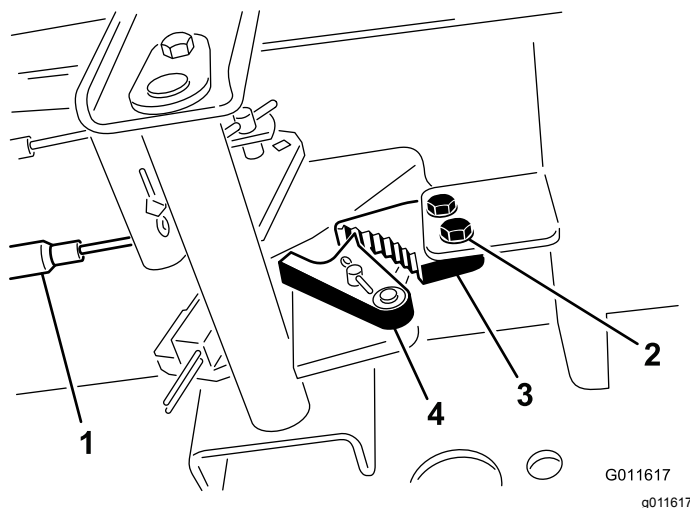

Рисунок 86
1. Ослабьте два винта крепления защелки стояночного тормоза к раме (Рисунок 86).
2. Нажимайте педаль тормоза вперед, пока углубление тормоза не войдет полностью в зацепление с защелкой тормоза (Рисунок 86).